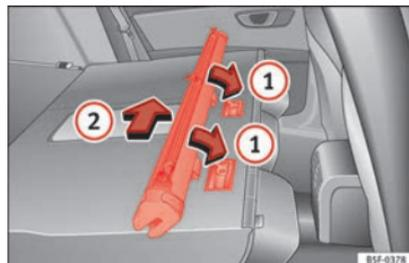

Fig. 126 Montaggio della rete divisoria sugli schienali del sedile posteriore.
- Posizionare la scatola della rete nelle rientranze della guida seguendo la direzione indicata dalle frecce » **fig. 126 ①**.
- Spingere la scatola verso il lato sinistro del veicolo nel senso della freccia » **fig. 126 ②** fino a fine corsa.
- Tirare la scatola della rete spostandola di circa 5 cm in senso contrario a quello indicato dalla freccia » **fig. 126 ②**.
- Estrarre la scatola dalla guida tirando in direzione contraria rispetto alle frecce » **fig. 126 ①**.